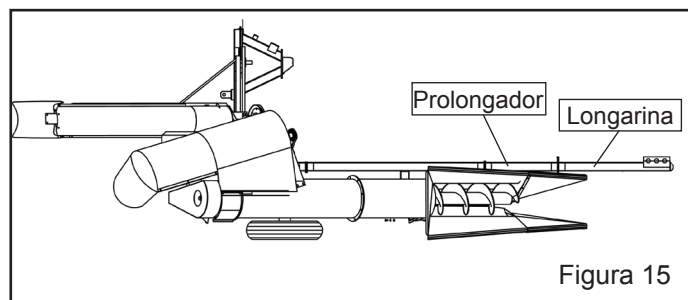

Figura 15
a) Monte a longarina de regulagem e o prolongador no posicionador do chassi da JM800 (Figura 15);